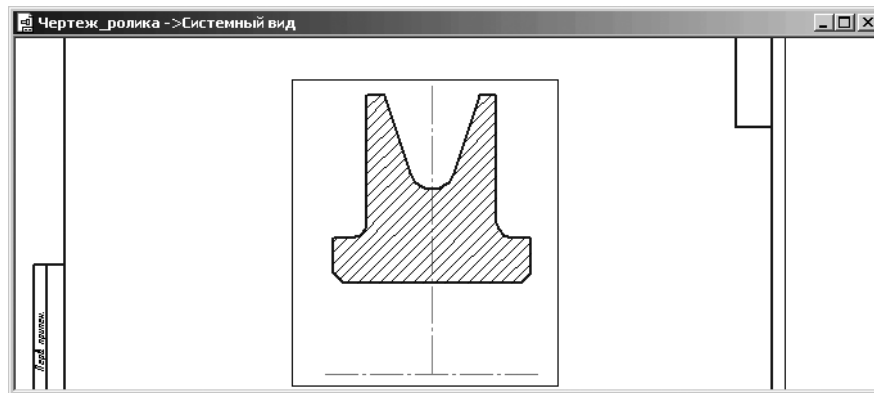

Рис. 4.42. Выделение объекта симметрии
- щелкните в области чертежа в местоположении верхнего левого угла рамки, а затем переместите указатель мыши в местоположении правого нижнего угла рамки (рис. 4.42). Объект и ось симметрии должны находиться внутри рамки. В строке сообщений появится подсказка: **Укажите конечную точку прямоугольной рамки**;